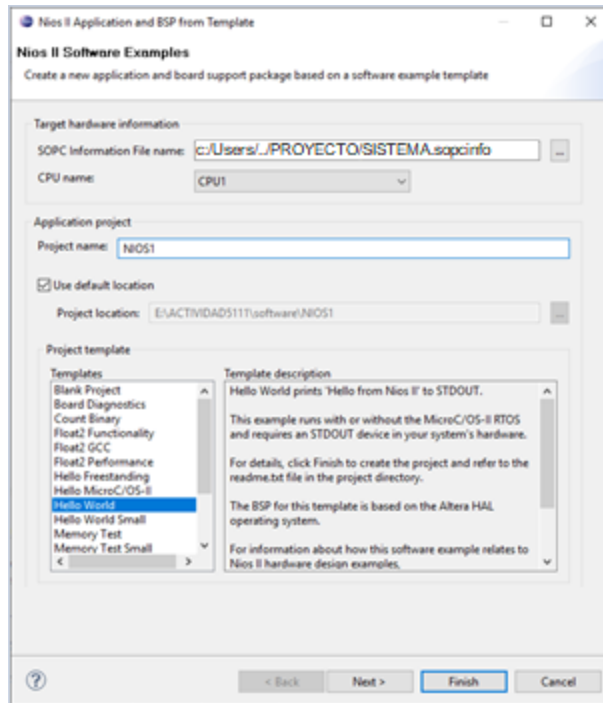

Ilustración 21 Creación de la aplicación del primer núcleo en software.
27. En la opción **CPU name** escogemos el núcleo CPU1 disponibles en la computadora embebida. En **Project name** elegimos el nombre del proyecto, utilice el nombre **NIOS1**. En **Project Template** seleccionamos la opción **Hello World** y clic en **FINISH**, tal como se muestra en la ilustración 21.